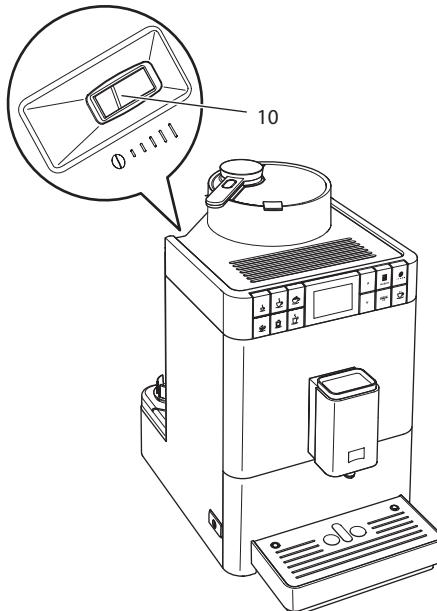

Abb. 18: Hebel für die Einstellung des Mahlgrads
2. Stellen Sie den Hebel nach links oder nach rechts, wie auf Abb. 18 abgebildet.